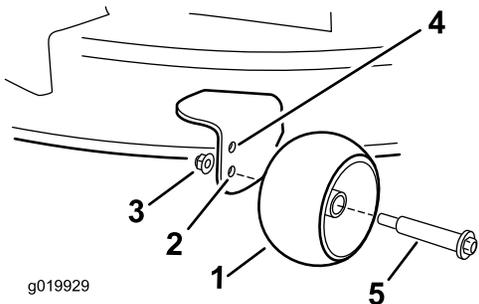

Рисунок 29
газонокосилки установлена в положение 63 мм и ниже (**Рисунок 29**).
- Нижнее отверстие — используйте это положение, когда высота скашивания деки газонокосилки установлена в положение 76 мм и выше (**Рисунок 29**).